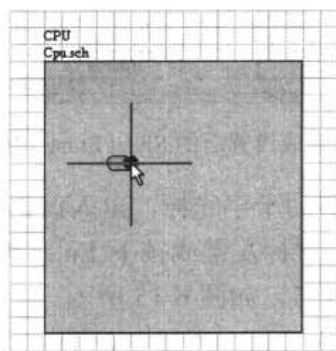

图 6-12 准备放置方块电路出入口
- (8) 进入放置方块电路出入口状态: 单击电路绘制工具栏中的按钮 , 或执行菜单命令 Place|Add Sheet Entry, 光标将变成十字形状, 移动鼠标使光标到 CPU 方块电路图中 (只有把光标移动到方块电路图中才能放置方块电路出入口), 单击鼠标左键或按下 Enter 键, 确定在此方块电路图中放置方块电路出入口, 方块电路图中十字光标上将出现浮动的方块电路出入口, 如图 6-12 所示。